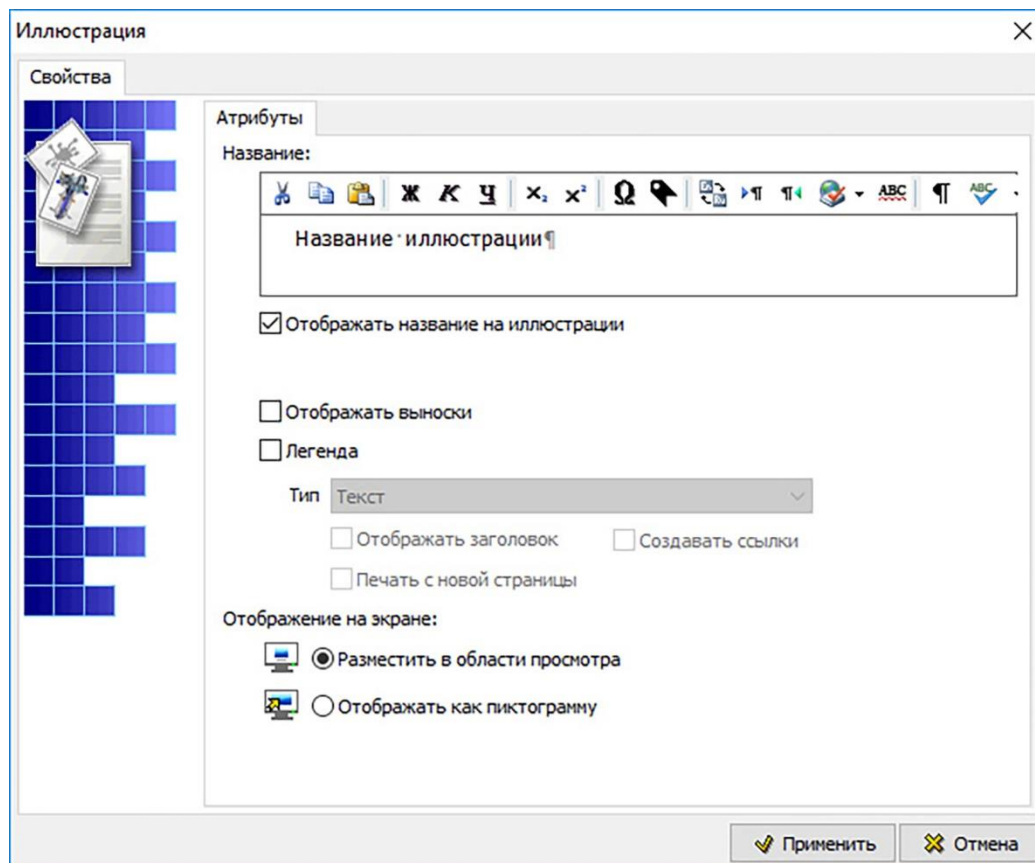

Рисунок 218
3) После этого откроется окно **Иллюстрация**, содержащее вкладку **Атрибуты** (рисунок 218).